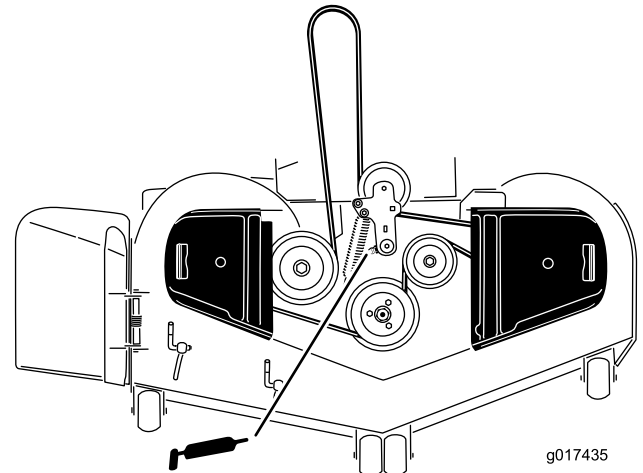

Bild 38
4. Fetten Sie das Drehgelenk der Mähwerkspannscheibe ein, bis Schmiermittel unten austritt (**Bild 38**).